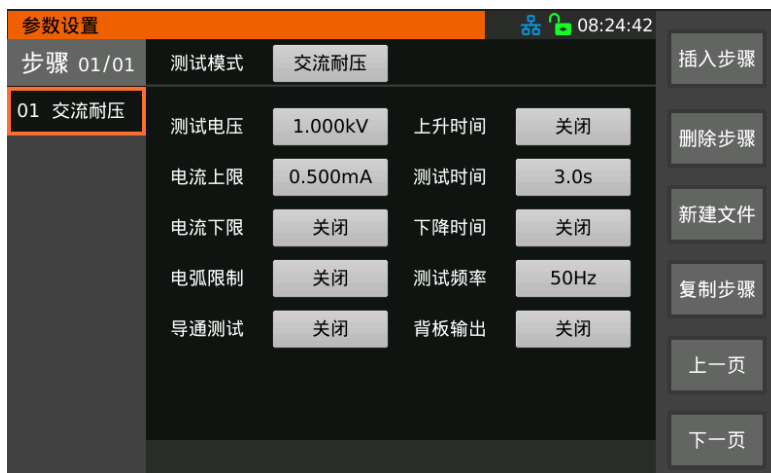

图 3-11 测量设置 1
- 1、按【SETUP】键进入图 3-11 所示测量设置界面。